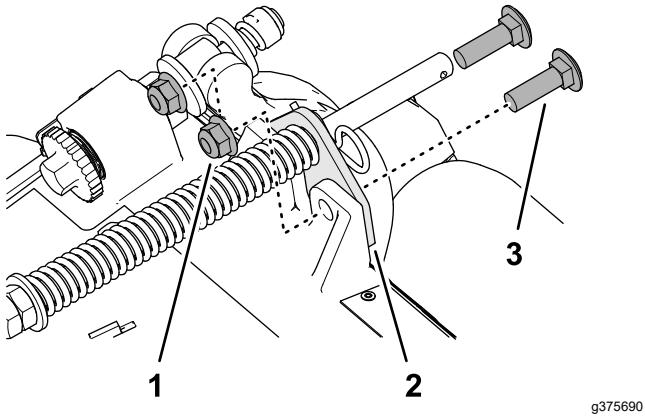

Figura 7
2. Retire las 2 contratuerzas con arandela prensada ( $\frac{3}{8}$ ") y los 2 pernos de cuello cuadrado ( $\frac{3}{8}$ " x  $1\frac{1}{4}$ ") que sujetan el soporte del muelle de compensación al bastidor de la unidad de corte (Figura 7).